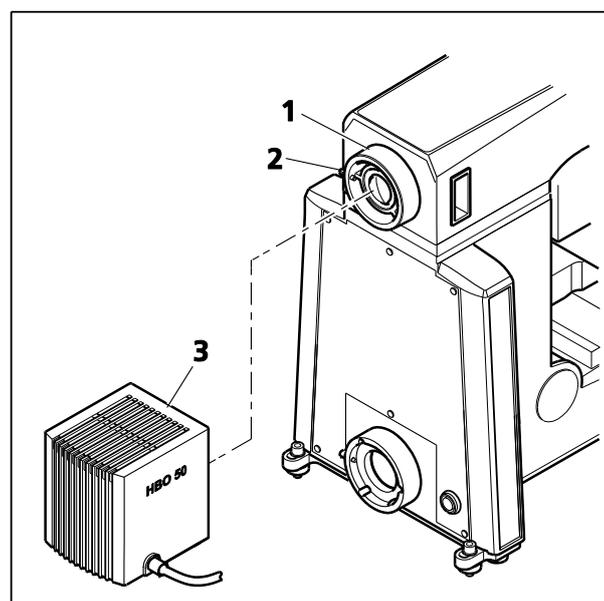

图 3-23 安装 HBO 50
- 将 HBO 50 照明器 (图 3-23/3) 对齐安装到主机架顶部的安装座 (图 3-23/1)，然后拧紧夹紧螺钉 (图 3-23/2)。